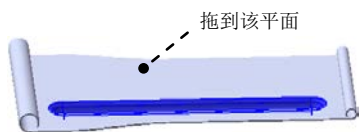

图 14.3.20 成形特征 1
Step7. 创建图 14.3.20 所示的成形特征 1。
(1) 单击任务窗格中的“设计库”按钮 ，打开“设计库”对话框。
(2) 单击“设计库”对话框中的  ch14 节点，在设计库下部的列表框中选择“watchband_shaped_tool_02”文件并拖动到图 14.3.20 所示的平面，在弹出的“成形工具特征”对话框中单击  按钮。
(3) 单击设计树中  watchband_shaped_tool_021 节点前的“加号”，右击  草图⁹ 特征，在弹出的快捷菜单中单击“编辑草图”按钮 ，进入草图环境。